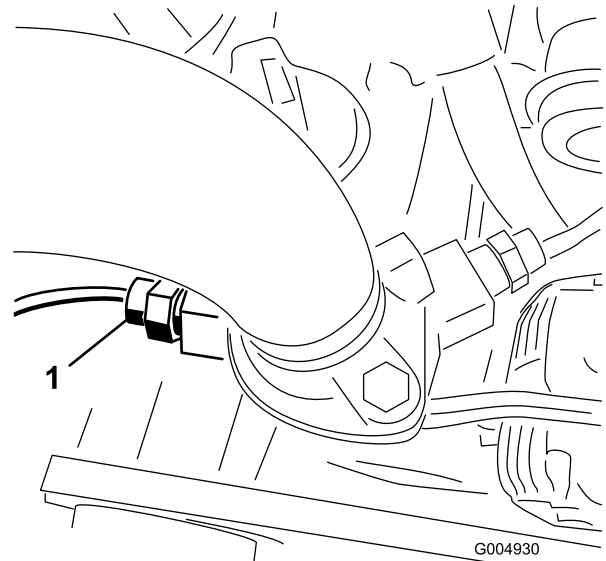

Figura 15
2. Desligue o fio e retire o interruptor térmico do lado esquerdo da estrutura do termostato do motor (Figura 15). Elimine o interruptor.